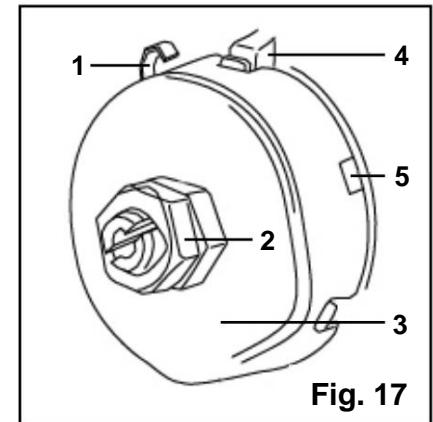

Fig. 17
SPINDEL RETURNERINGSFJÄDER (FIG. 17)
2. Placera en skruvmejsel i öglan (fig. 17 - 1) för att hålla fjädern på plats.
3. Lossa de två husmuttrarna (fig. 17 - 2) ungefär 6 mm.
4. Medan du håller i fjäderhuset (fig. 17 - 3), dra försiktigt ut fjäderhuset tills det går ur det upphöjda stoppet (fig. 17 - 4).
5. Vrid huset så att nästa skåra (fig. 17 - 5) griper in i det upphöjda stoppet (fig. 17 - 4).